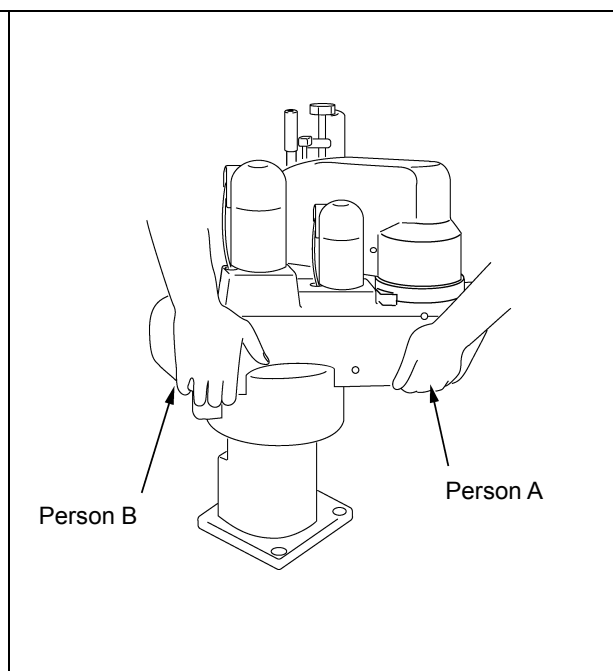

Abbildung 2-12 Abstützen der Robotereinheit
!Achtung: Während Person A diese Bolzen entfernt, sollte Person B die 1. Achse abstützen (wie in Abbildung 2-12 dargestellt), um ein Kippen der Robotereinheit zu verhindern.
- (6) Person A und Person B sollten die Robotereinheit wie in Abbildung 2-12 dargestellt halten.
!Achtung: (1) Halten Sie den Roboter niemals an anderen als den in Abbildung 2-12 dargestellten Stellen. Die Kunststoffabdeckung könnte beschädigt werden und Verletzungen verursachen.
(2) Vergewissern Sie sich vor dem Transport, daß sich auf der Transportstrecke zum Montagesockel keinerlei Hindernisse befinden.
- (7) Setzen Sie den Roboter auf den Montagesockel, und befestigen Sie ihn vorübergehend mit vier Bolzen.
(8) Fixieren Sie die Robotereinheit; gehen Sie dabei wie im Abschnitt [2] "Installieren der Robotereinheit" beschrieben vor.